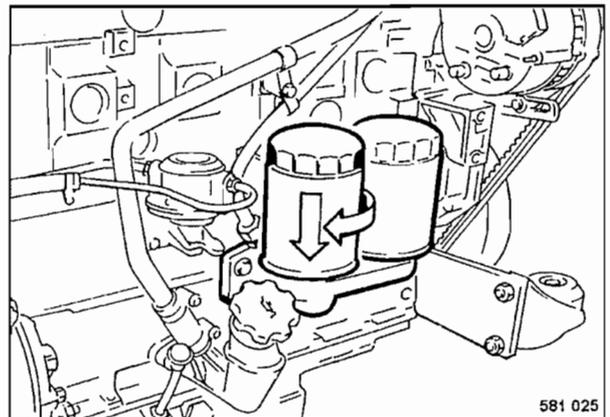

Fig. 77
- Enroscar los nuevos cartuchos filtrantes (Fig. 77) con la mano hasta la junta hace contacto.